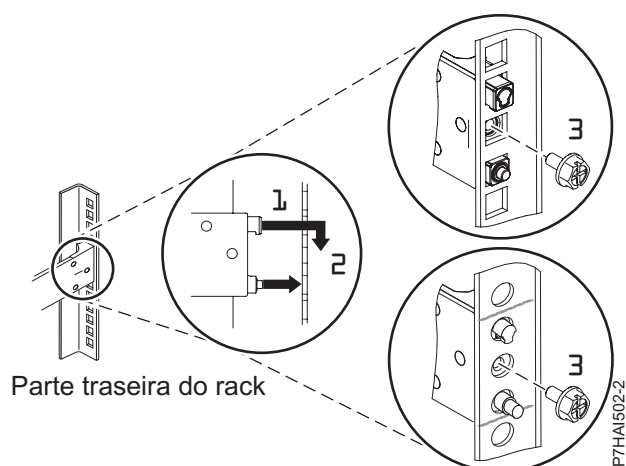

Figura 3. Alinhando e Encaixando os Pinos nos Orifícios na Parte Traseira do Rack
- Alinhe os dois pinos localizados na parte traseira do trilho deslizante com os orifícios superior e inferior na unidade EIA selecionada, que foi marcada anteriormente. Puxe o trilho deslizante em sua direção para inserir os dois pinos nos orifícios do rack (1) e abaixe o trilho deslizante para baixo (2) para encaixar o gancho no pino superior. Para obter detalhes, consulte Figura 3. Assegure-se de que os dois pinos apareçam através dos orifícios do rack antes de prosseguir para a próxima etapa.